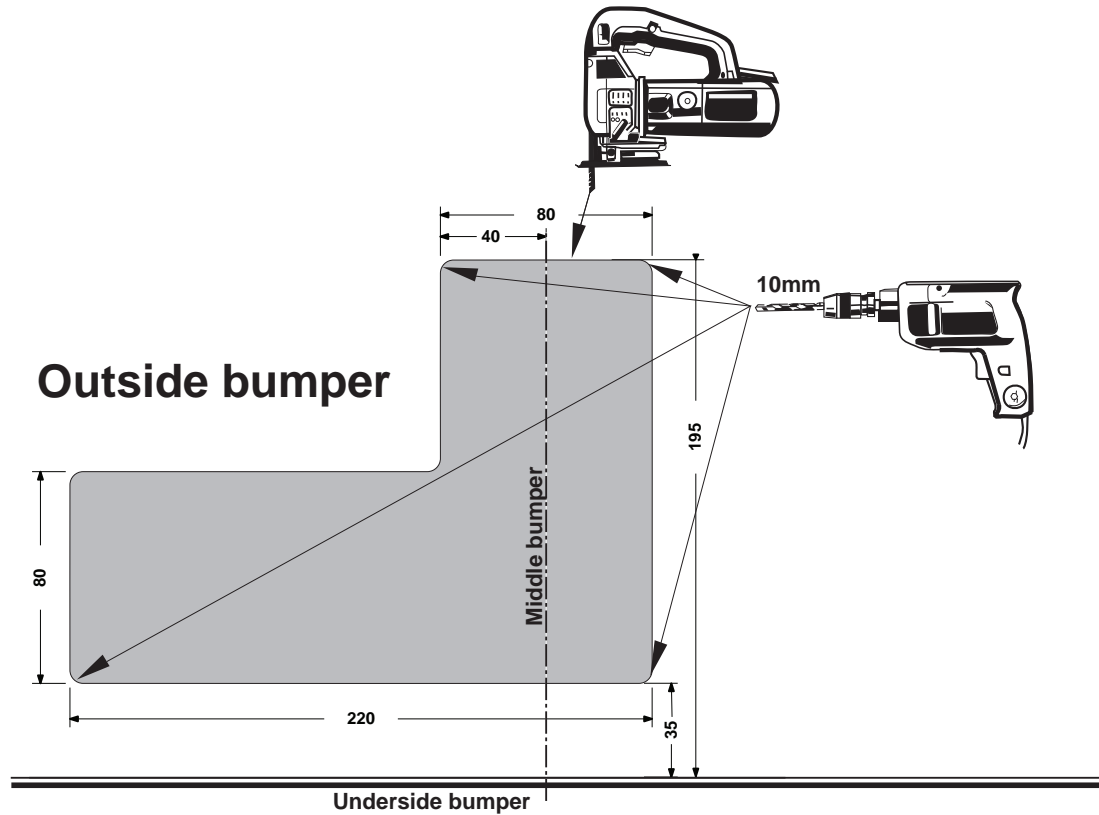

Fig.2
3. Выпилить часть из бампера в середине снизу, как указано на рис. 2.